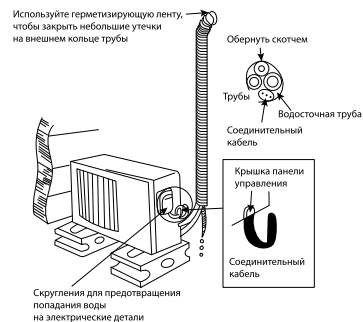

Рис. 65.
- Установите на цементное основание, как показано на рис. 65.